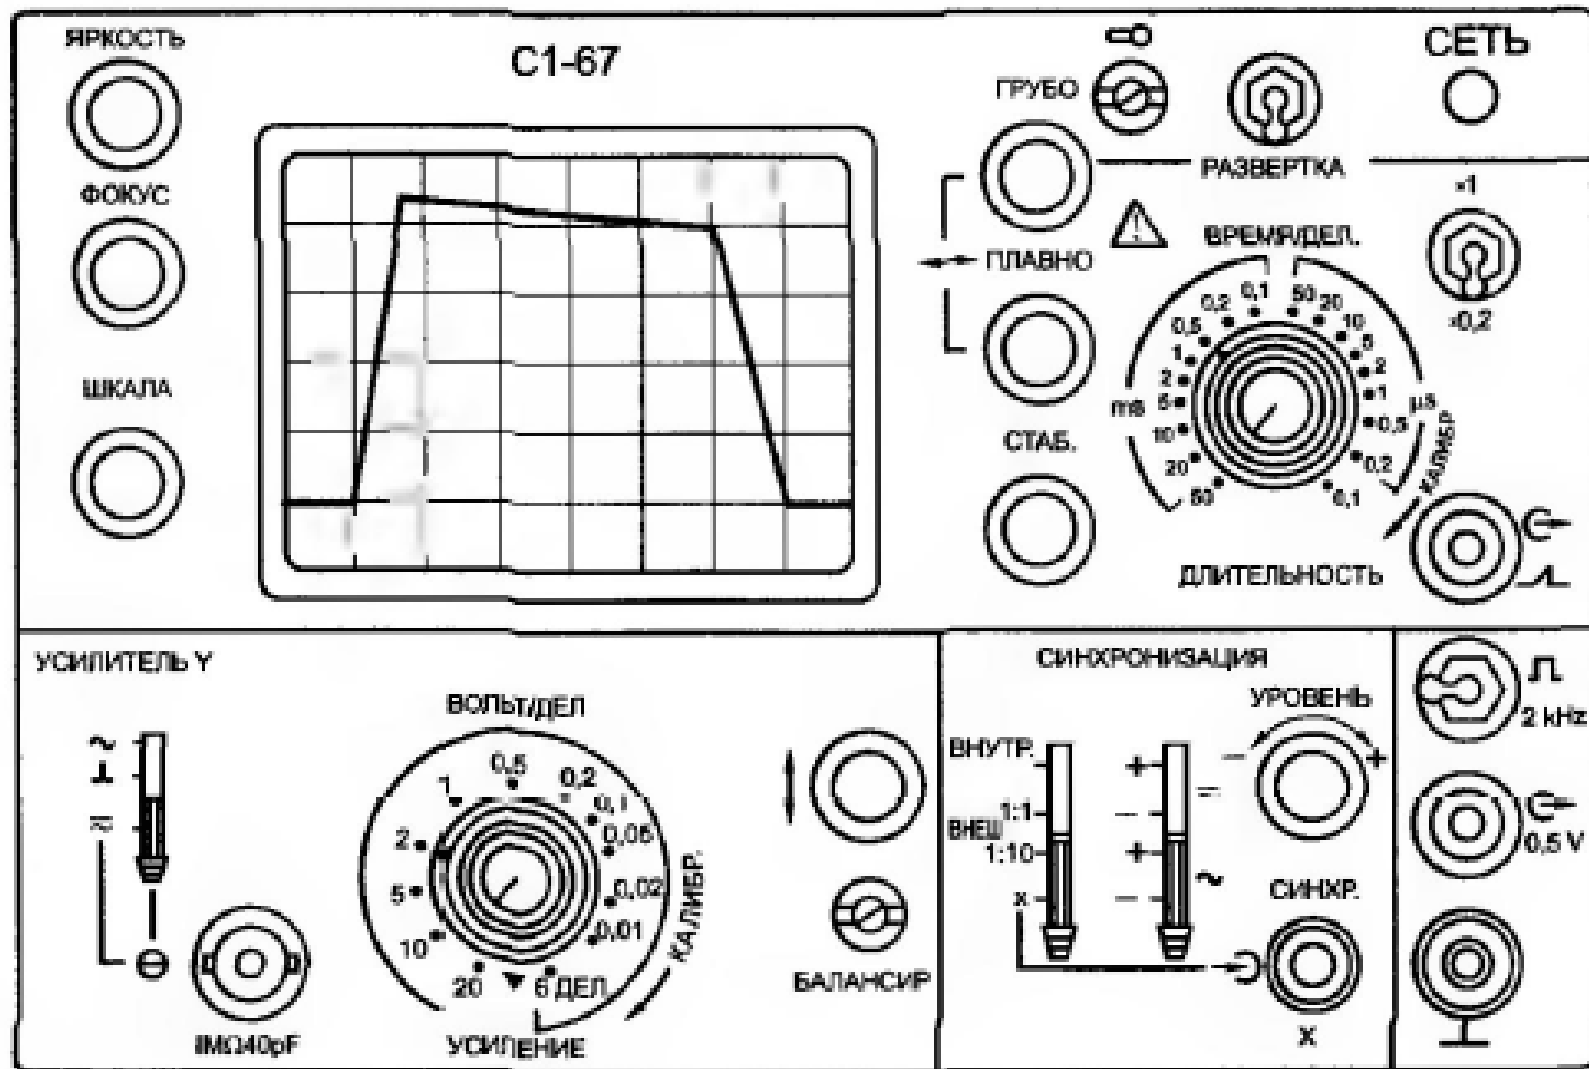

Рис. 7.2. Изображение лицевой панели осциллографа C1-67 с импульсным сигналом
**7.40 — 7.50.** Определить амплитуды напряжения сигнала, представленного на экране рис. 7.2, при следующих положениях переключателя «Вольт/дел.»: